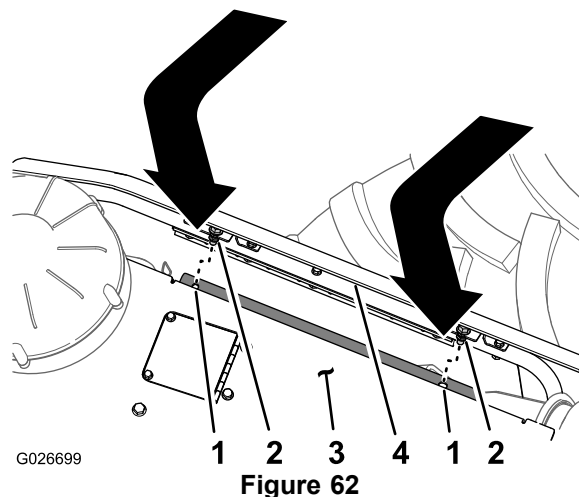

Figure 62
- Alignez le boulon de fixation au sommet du panneau latéral et le trou dans la bride de support du panneau de capot (Figure 62).